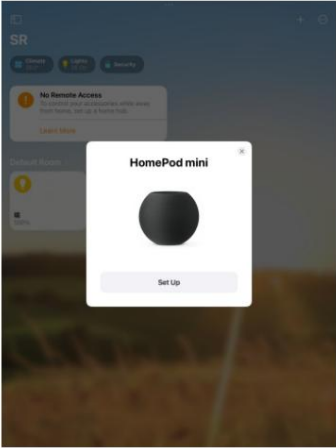

Abbildung 1
Schritt 2: Verbinden Sie das iPhone oder iPad mit Ihrem WLAN-Heimnetzwerk. Starten Sie die Apple Home App und richten Sie den HomePod mini gemäß den Anweisungen von Apple ein (siehe Abbildung 1 bis 7).